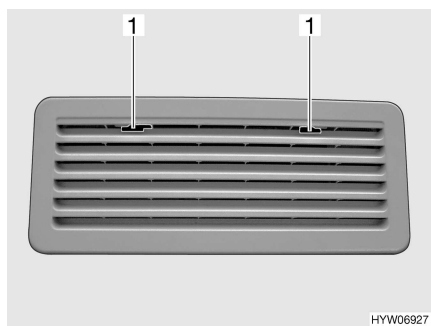
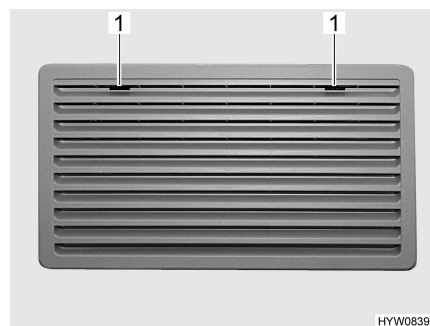

Bild 91 Kylskåpets ventilationsgaller (Thetford)
Bild 92 Kylskåpets ventilationsgaller, stort (Thetford)
- Skjut spärren (Bild 91,1 eller Bild 92,1) till mitten.